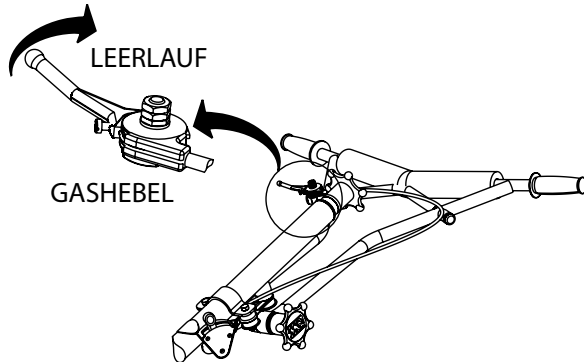

Abbildung 21. Gashebel (Leerlaufstellung)
2. Ziehen Sie den **Gashebel** (Abbildung 21) zurück und bringen Sie diesen in die **Leerlaufstellung**.